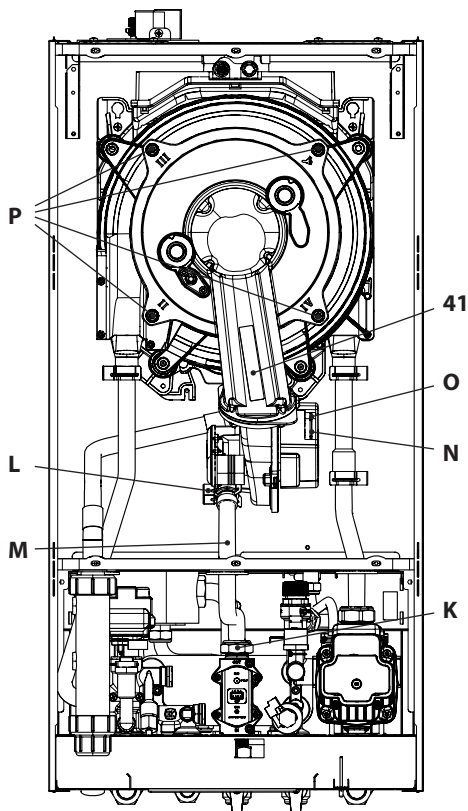

Figura 9.13
Rimozione del gruppo bruciatore ventilatore 41 in Figura 9.13.
- Scollegare dal ventilatore i connettori **N** e **O** (Figura 9.13).
- Svitare i dadi **P** e rimuovere il gruppo bruciatore ventilatore 41 (Figura 9.13)